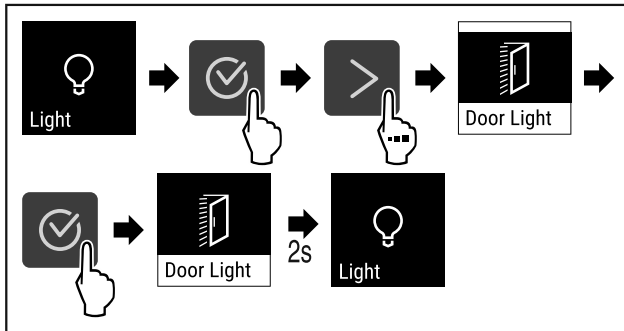

Fig. 69
- ▶ Εκτελέστε τα βήματα ενεργειών (βλέπε Fig. 69) .